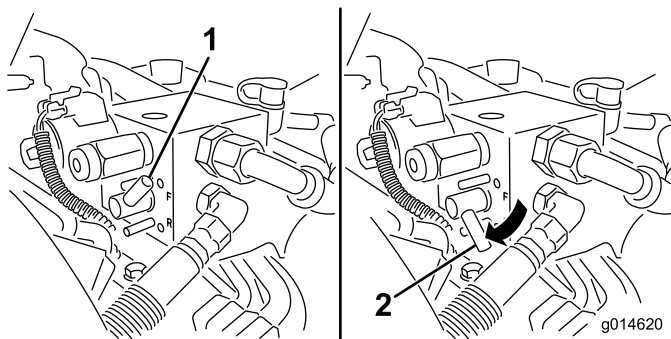

Figure 53
5. Tournez le levier de rodage à la position rotation arrière (R) (Figure 53).